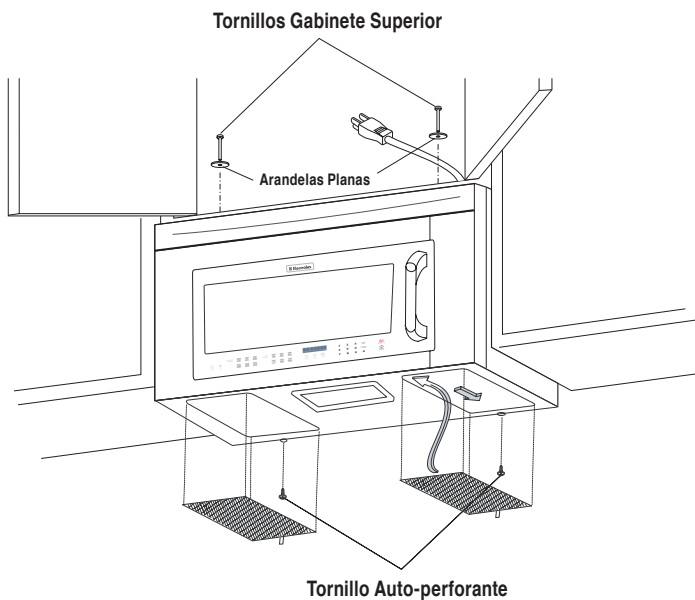

Figura 19
- Utilisez les deux vis de coffret supérieur et deux rondelles plates fournies dans la HERRAJES DE INSTALACIÓN pour fixer l'unité sur le coffret supérieur. Vea la Figura 19 de la página 7.
- Asegurar el fondo del horno a la Placa de Montaje utilice dos Tornillo Auto-perforante de 4 x 8 mm de los HERRAJES DE INSTALACIÓN. Vea la Figura 19 de la página 7.